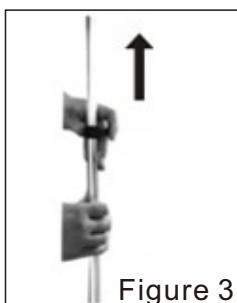

Figure 3
- ② Tournez le bouton de fixation de la barre télescopique dans le sens horaire comme montré dans la figure (1).
③ Mettez la buse de vapeur et le cintre comme montré dans la figure (2) vers le bas
④ Relâchez le bouton de verrouillage (voir la figure 3) , tirez la barre d'aluminium télescopique vers le haut, trois sections de la barre d'aluminium sont sorties, réglez –les en place, appuyez sur le bouton (voir la figure 4).
⑤ Fixer le flexible de vapeur dans la sortie de vapeur , serrez le bouton de fixation pour flexible de vapeur dans le sens horaire.